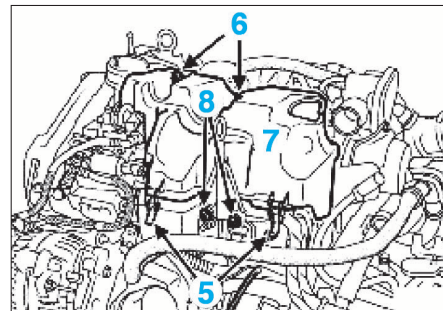

FIG. 52
- Déclipser les agrafes (5) du couvercle du protecteur de rampe d'injection (Fig.52).